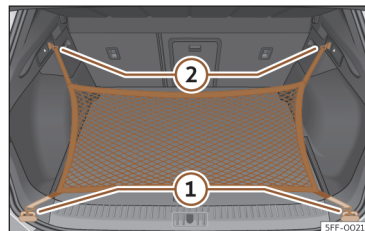

Fig. 191 Na bagageira: argolas ① e ganchos ② para fixar o saco de rede.
- Fixe os ganchos curtos da rede nas argolas de fixação >>> **Fig. 191** ① >>> ⚠. O fecho de correr do saco deve ficar voltado para cima.
- Fixe as fitas nos ganchos para prender sacos ②.